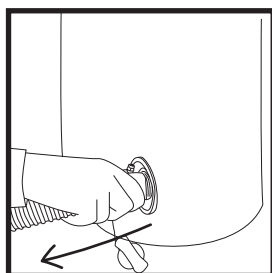

Rys. 1
3. Rozepnij zamek z tyłu i upewnij się, że zawór pompowania jest w pozycji CLOSE (Rys. 1).